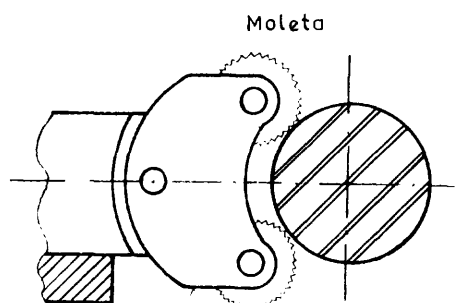

Fig. 5
- a) la altura; (el moleteador deberá fijarse a la altura de eje de la pieza - fig. 5);